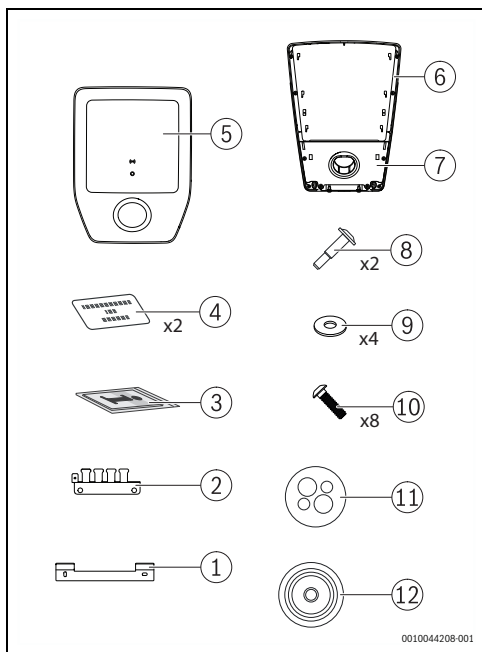

Fig. 73 Contenu de la livraison
- ▶ Retirer avec précaution le cache [5] et le capuchon avec le support de connecteur [7] du Logavolt (→ Fig. 73, page 76).